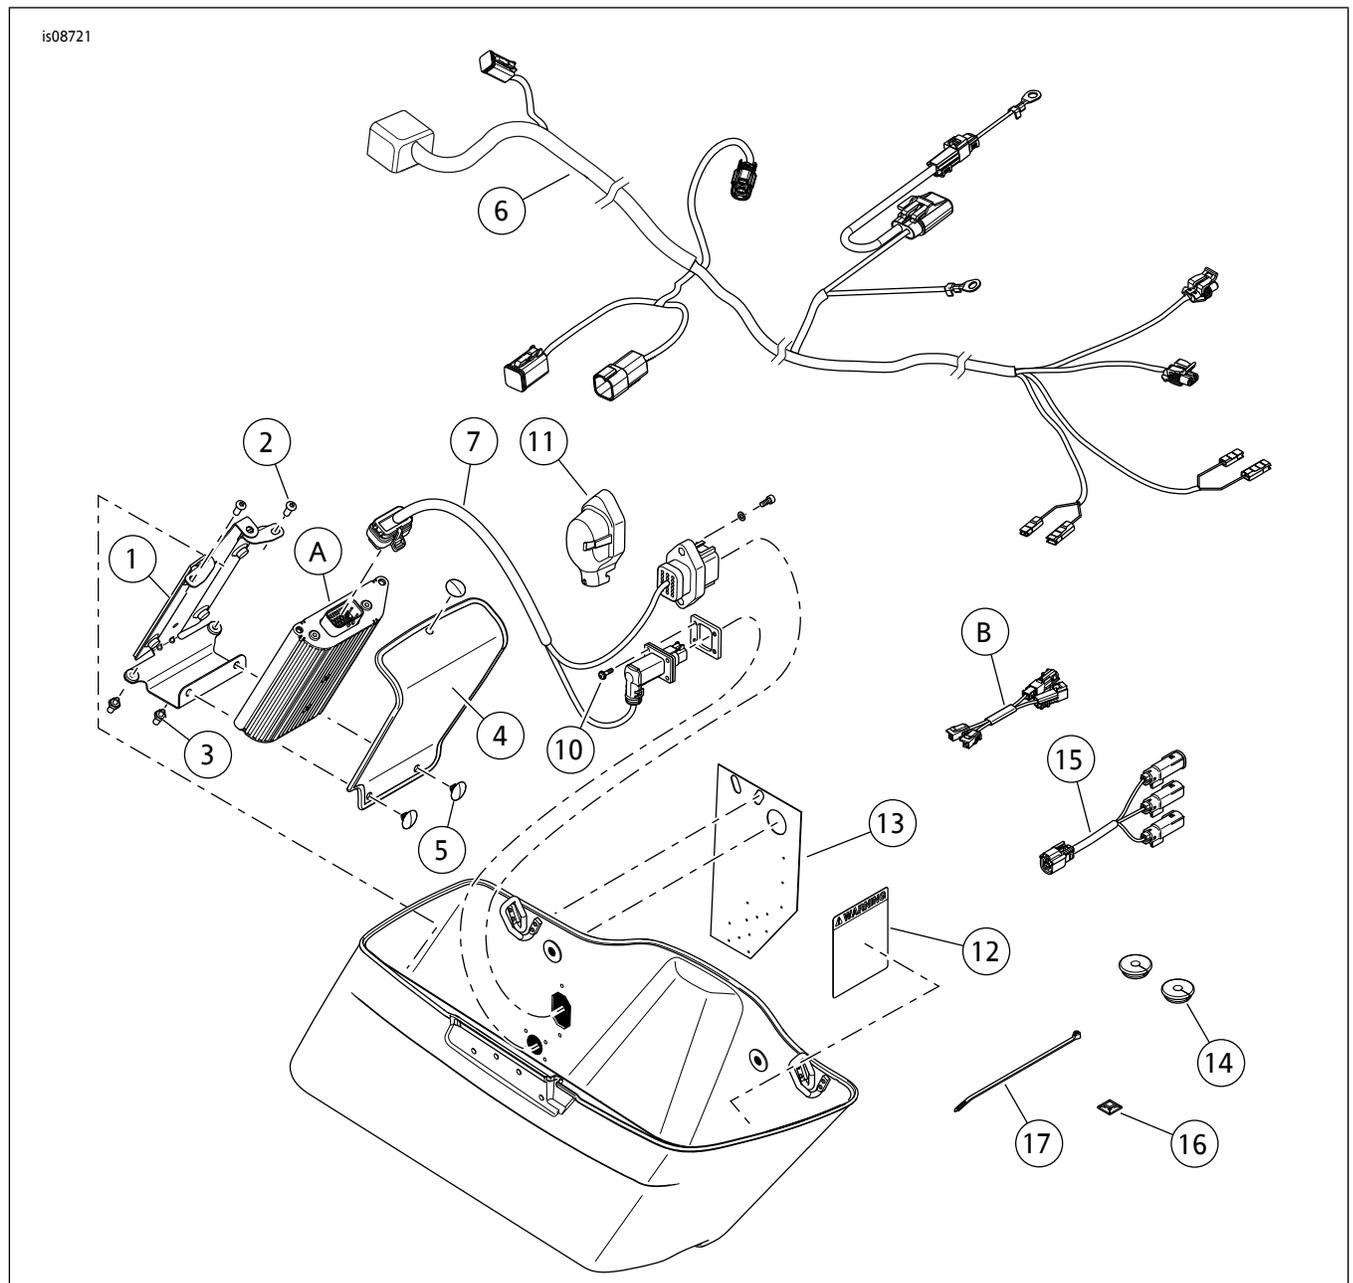

图14。维修零件：Boom! Audio挡风板下部扬声器放大器安装套件
5. 参见图14。将新边箱承载能力标签(12)粘贴到左侧边箱中原有标签上面。注意因安装放大器而修改后的右侧边箱负荷限值。